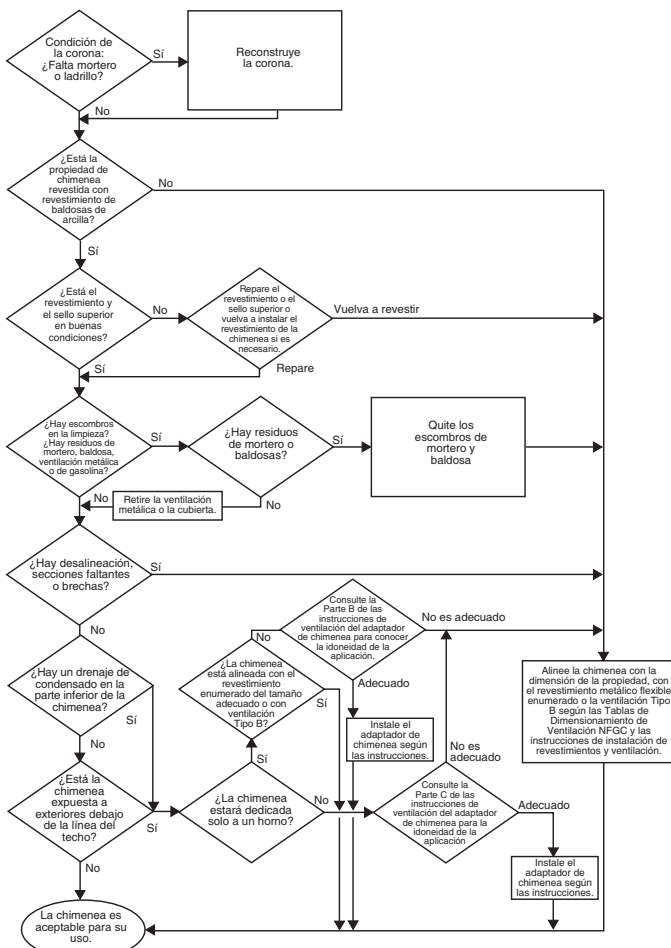

Fig. 30 – Gráfico de inspección de chimenea
6. No ventile este dispositivo en una chimenea de mampostería sin revestimiento. (Consulte la Tabla de Inspección de la Chimenea en la Fig. 30).
Las inspecciones antes de la venta y en el momento de la instalación determinarán la aceptabilidad de la chimenea o la necesidad de reparación o (volver a instalar) el revestimiento. Consulte la Fig. 30 para realizar una inspección de la chimenea. Si la inspección de una chimenea revestida de baldosas usada previamente: